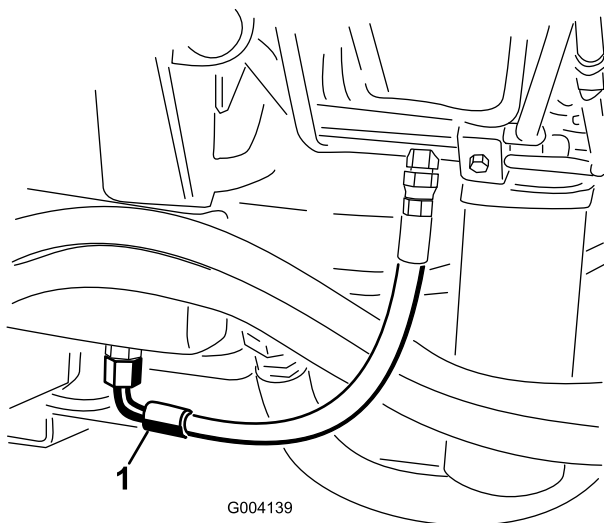

Figura 77
2. Coloque un recipiente grande debajo del acoplamiento en T situado en la parte inferior del depósito de aceite hidráulico (Figura 77).